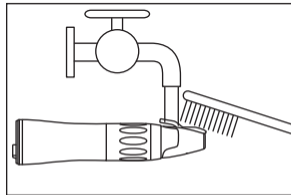

Fig. 11
1) Limpie el exterior de la pieza de mano con agua corriente y mediante un cepillo suave (no metálico) (Fig. 11).